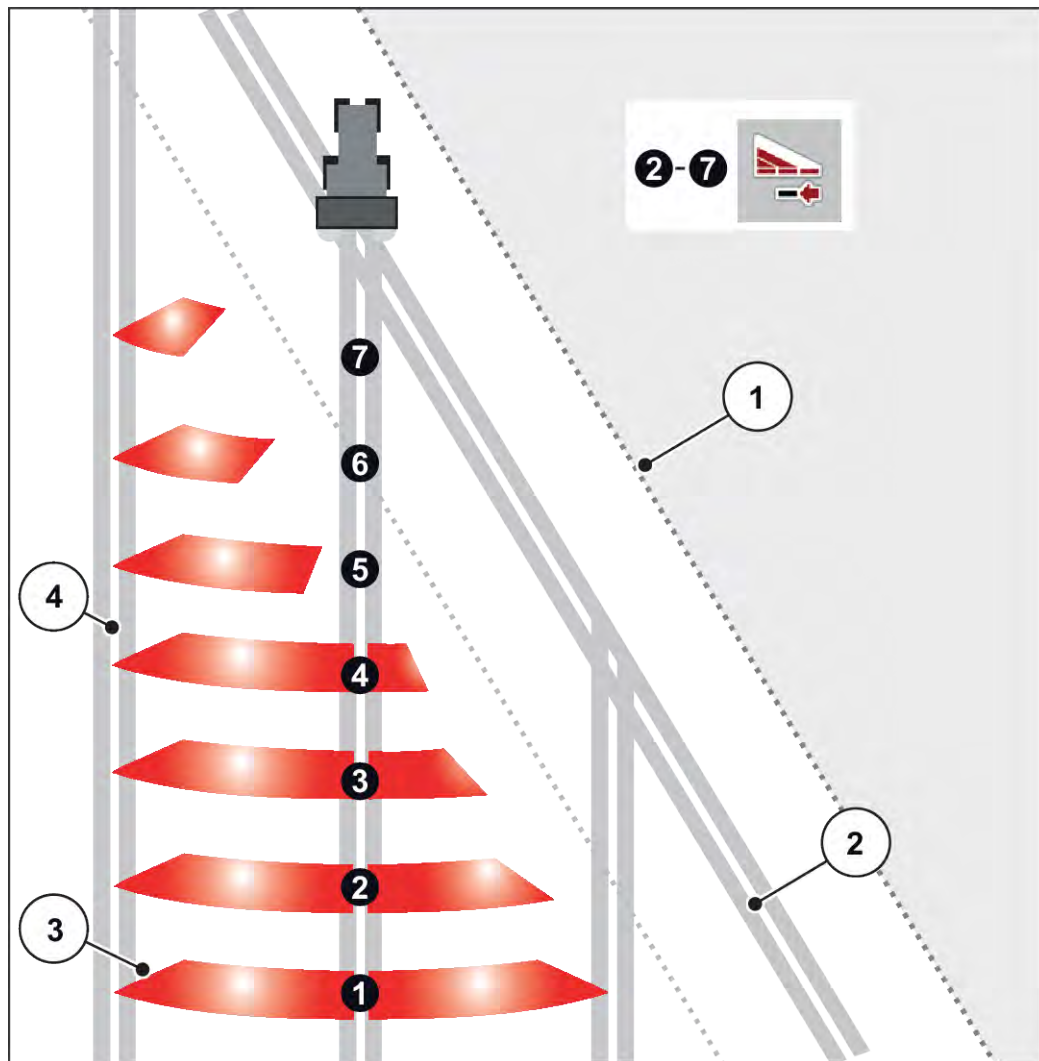

Fig. 42: Automatisk seksjonskontroll
- Delbreddekoblingen kan gjøres utenfra og inn eller innenfra og ut. Se Fig. 42 Automatisk seksjonskontroll.